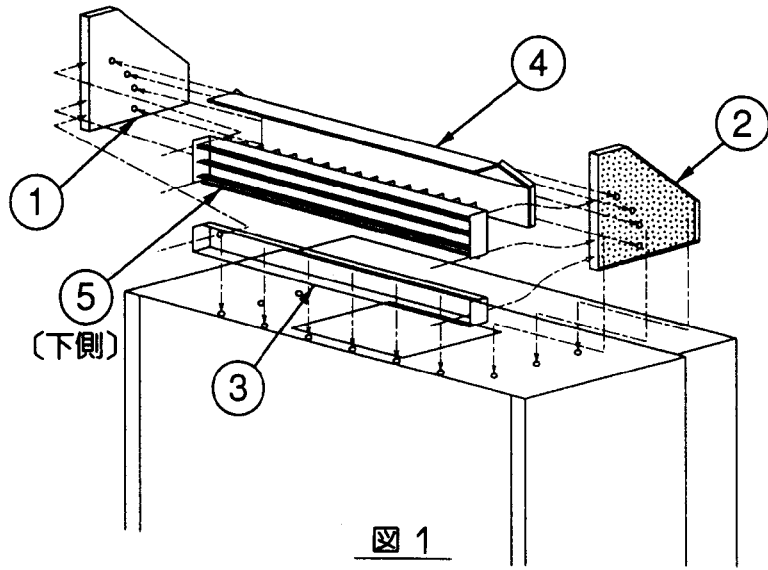

図 1
- (1) 本体ユニットの天井パネルにヨコイタL①、R② (タッピンネジ⑮各3本) を断熱材貼付面を外側にして取付け、さらにダイ③ (タッピンネジ⑮6本、⑯2本) を取付けてください。それに吹出グリル [下側] ⑤ (タッピンネジ⑮4本) とドウフウバン④ (タッピンネジ⑮8本) をネジ止めしてください。(図1)